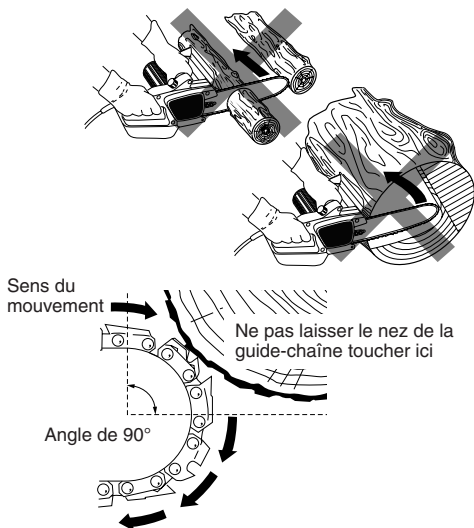

Figure 1 - Exemple du risque de recul. Ne pas laisser le nez de la guide-chaîne toucher un objet pendant que la chaîne est en mouvement.
- Ne pas laisser le nez de la guide-chaîne toucher quelque chose quand la chaîne est en mouvement. (voir la Figure 1.)